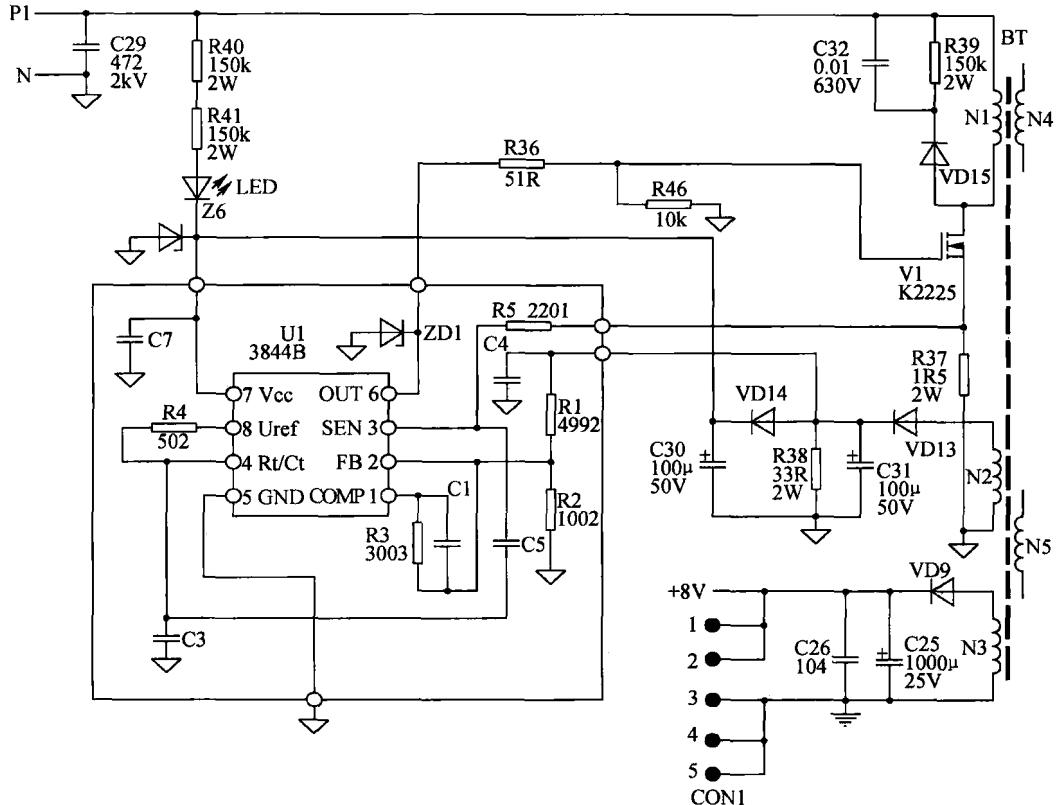

图 1-3 变频器的开关电源电路例图
#### (1) 变频器的开关电源电路例图（见图 1-3）
一种为图 1-3 所示的类型，将 3844 振荡芯片与外围元件做成一个单元电路，一般全是贴片元件做的，体积很小的一块电路板。此类电路，或画出内部电路，如图 1-3 所示；或省略内电路，只画出一个引脚框图。这部分电路一般是用细线框住。细线框内的电路起名为振荡板。厂家是把整个小电路板视为一个器件（如一块 IC 电路一样）。在机器出现开关电源故障返回厂家维修时，也总是将整个小电路板换掉，并不去检修小电路板上的电路。
片，而是由分立元器件做成单管（或双管）自激振荡电路。对电路中大部分元器件的命名和表述也大致与图 1-3 相同，在此就不画出例图了。